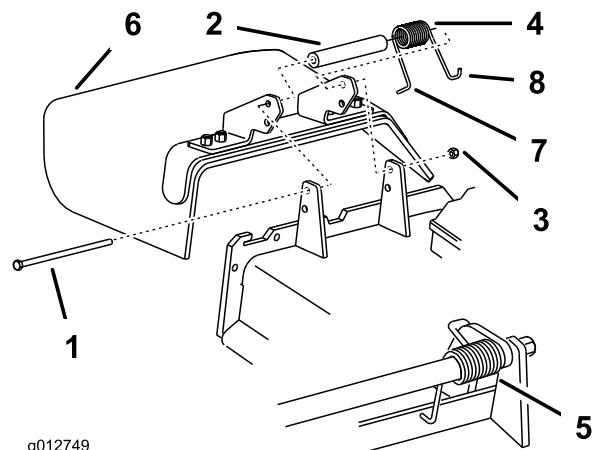

Figure 71
Remarque: Veillez à placer l'extrémité en L du ressort derrière le bord du tablier avant de mettre le boulon en place, comme montré à la Figure 71.
3. Remettez le boulon et l'écrou. Accrochez l'extrémité en J du ressort au déflecteur d'herbe (Figure 71).
1. Retirez le contre-écrou, le boulon, le ressort et l'entretoise qui fixent le déflecteur aux supports de pivot (Figure 71). Enlevez le déflecteur s'il est endommagé ou usé.